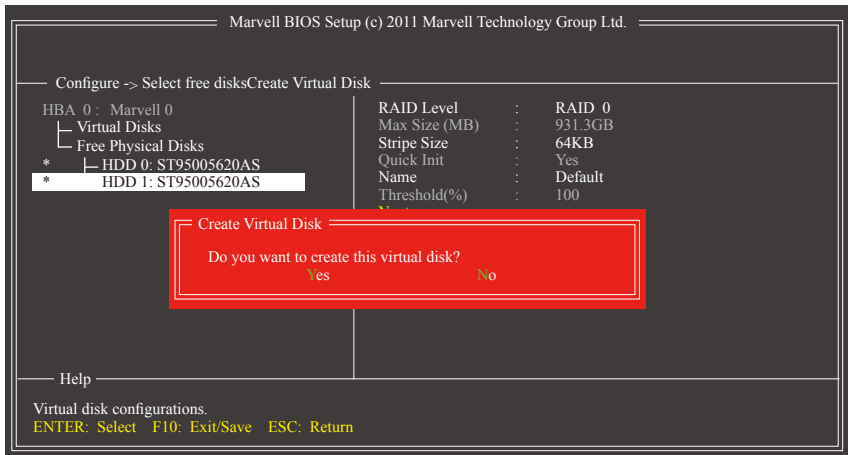

图5
4. Next：完成以上设定请至「Next」项目，按<Enter>键，确认建立磁盘阵列。当确认信息出现时，确定制作磁盘阵列请按<Y>，取消请按<N>(图5)。